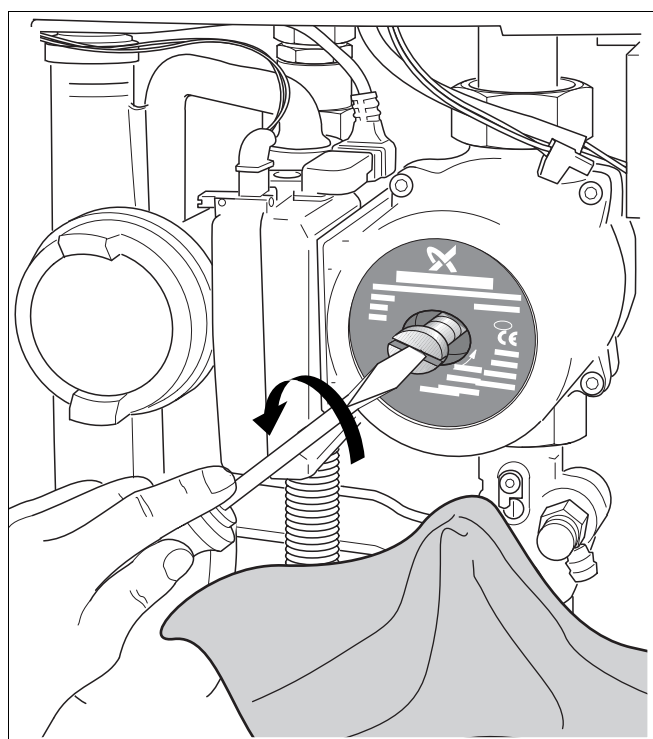

Fig. 70 Aerisiți pompa
- Aerisiți pompa scoțând șurubul de aerisire de pe partea din față a pompei (Fig. 70).